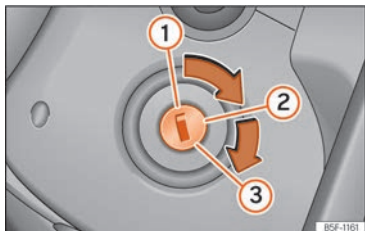

Abb. 254 Positionen des Zündschlüssels
Positionen des Schlüssels »» Abb. 254
- Drehen Sie den Zündschlüssel in Stellung »» **Abb. 254** . Dieselfahrzeuge werden vorgeglüht .
- Drehen Sie den Zündschlüssel weiter in die Stellung »» **Abb. 254**  ohne Gas zu geben.
- *Fahrzeuge mit Zündschloss:* Drehen Sie den Zündschlüssel in Stellung » **Abb. 254** .